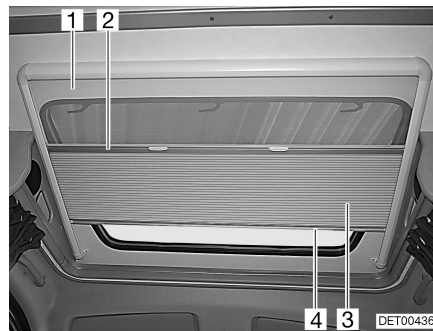

Fig. 17 Toit ouvrant
Le dispositif occultant plissé (Fig. 17,3) est relié de manière permanente à une moustiquaire (Fig. 17,1).
- Saisir la tige de fermeture (Fig. 17,4) du dispositif occultant plissé par le milieu et tirer avec précaution vers le bas.
- Ramener lentement le dispositif occultant plissé en arrière par la tige de fermeture (Fig. 17,4).
- Saisir la moustiquaire par le centre de la tige de fermeture (Fig. 17,2) et tirer avec précaution vers le bas.
- Ramener lentement la moustiquaire en arrière par la tige de fermeture du dispositif occultant plissé (Fig. 17,4).